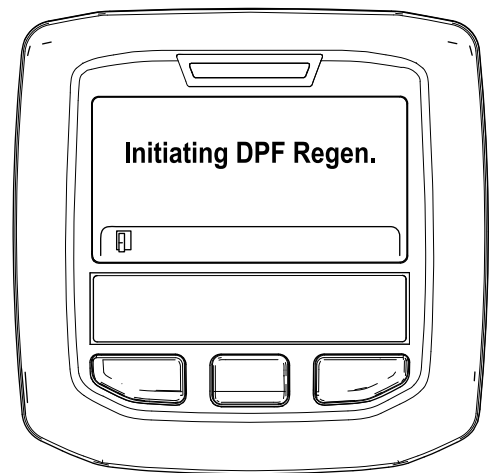

Figura 37
- A. Aparece el mensaje “Iniciando regeneración del FPD” (Figura 37).